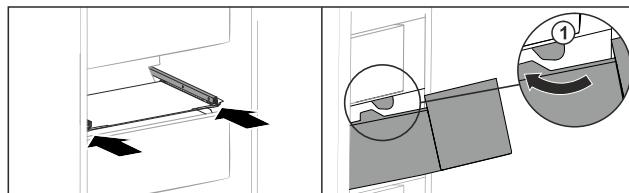

Fig. 154
- ▶ Ghidați sertarul în jurul opritorului Fig. 154 (1).